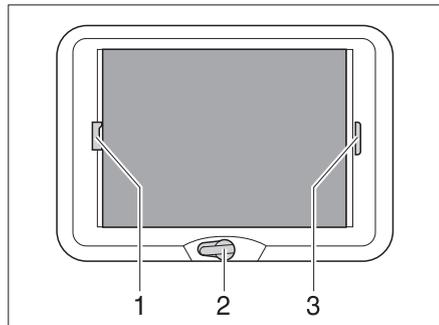

Fig. 37 Lanterneau à manivelle
- ▶ Tourner la manivelle (Fig. 37,2) jusqu'à ce que la résistance soit perceptible (angle d'ouverture max. 70°).
- ▶ Tirer le dispositif occultant plissé par la poignée (Fig. 37,3) et le relâcher lorsqu'il a atteint la position voulue. Le dispositif occultant plissé reste alors à cette position.
- ▶ Tirer sur la poignée (Fig. 37,1) de la moustiquaire jusqu'à toucher la poignée du dispositif occultant plissé (Fig. 37,3) située vis-à-vis et la faire s'enclencher.
- ▶ Appuyer vers le haut à l'arrière de la poignée de la moustiquaire (Fig. 37,1) et décrocher la moustiquaire du dispositif occultant plissé (Fig. 37,3).